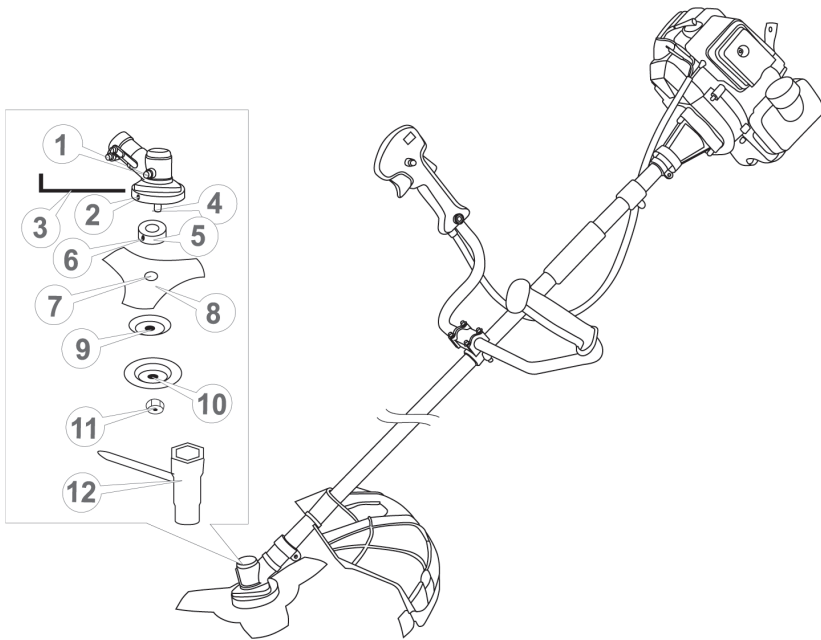
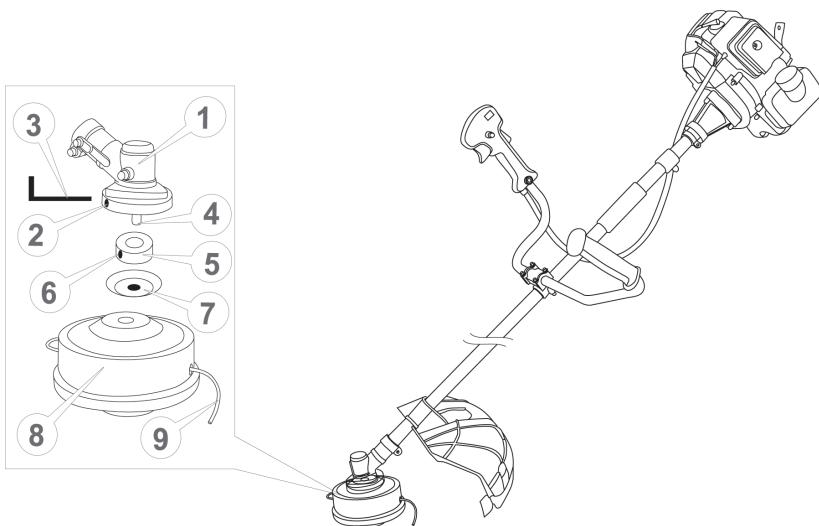

Рисунок 4. Схема встановлення різального ножа.
Рисунок 5. Схема встановлення різальної головки із жилкою.
- вставити шестигранний ключ (3, рис. 4) або викрутку в стопорний отвір (2, рис. 4) редуктора, фіксуючи таким чином вал від провертань;
- відкрити за допомогою накидного ключа (12, рис. 4) верхню фіксуючу гайку лівої нарізки (11, рис. 4), зняти її, після чого зняти захисну кришку тарілчастої форми (10, рис. 4) та шайбу тарілчастої форми (9, рис. 4), залишаючи на шпинделі (4, рис. 4) приводну шайбу-перехідник (5, рис. 4);
- поверх приводної шайби вкласти різальний ніж (8, рис. 4) таким чином, щоб посадковий уступ приводної шайби (5, рис. 4) увійшов у посадковий отвір ножа (7, рис. 4);
- поверх ножа по чергово встановити на шпиндель редуктора шайбу тарілчасту (9, рис. 4), захисну кришку (10, рис. 4) і надійно закріпити гайкою лівої нарізки (11, рис. 4) за допомогою накидного ключа (12, рис. 4);
- витягнути ключ (3, рис. 4) із стопорного отвору (2, рис. 4) редуктора (1, рис. 4).
Фіксуюча гайка (11, рис. 4) має ліву нарізку.
- вставити шестигранний ключ (3, рис. 5) або викрутку в стопорний отвір (2, рис. 5) редуктора, фіксуючи таким способом вал від провертань;
- відкрити за допомогою накидного ключа (12, рис. 4) верхню фіксуючу гайку лівої нарізки (11, рис. 4), зняти її, після чого зняти захисну кришку (10, рис. 4), залишаючи на шпинделі (4, рис. 5) приводну шайбу (5, рис. 5) та шайбу тарілчастої форми (7, рис. 5);
- поверх шайби тарілчастої форми накрутити різальну головку із жилкою (8, 9, рис. 5);
- витягнути шестигранний ключ (3, рис. 5) або викрутку із стопорного отвору (2, рис. 5) редуктора (1, рис. 5).